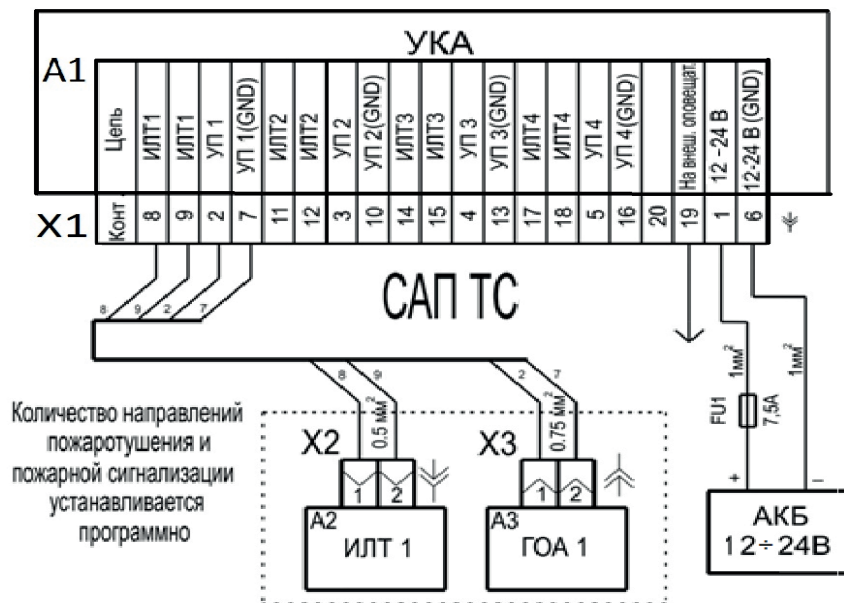

РИС.4 СХЕМА ЭЛЕКТРИЧЕСКИХ СОЕДИНЕНИЙ САП ТС
2. Выполнить необходимые электрические соединения. Схема электрических соединений САП ТС показана на рис. 4.